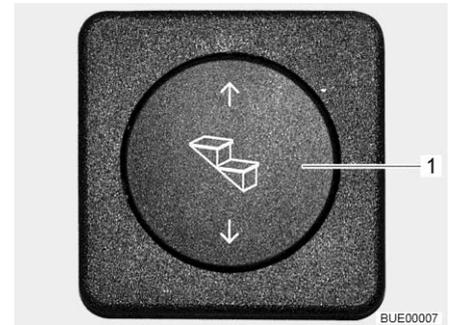

Fig. 11 Pulsador de mando escalón de entrada
- Pulsar la parte inferior del pulsador de mando (Fig. 11,1) y mantenerlo pulsado (por lo menos 3 segundos) hasta que esté completamente extendido el escalón de entrada.
- Pulsar la parte superior del pulsador de mando (Fig. 11,1) hasta que haya introducido completamente el escalón de entrada.